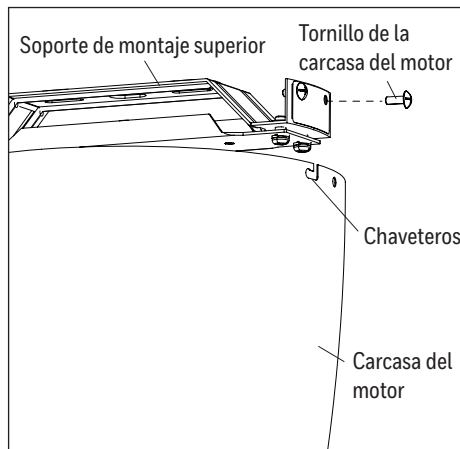

Figure 4.2
2. Levante temporalmente la carcasa del motor hacia el soporte de montaje superior para determinar cuáles son los dos tornillos de la carcasa del motor en los costados del soporte de montaje superior que se alinean con los orificios ranurados en el borde superior de la carcasa del motor. Afloje parcialmente los dos tornillos de la carcasa del motor que se alinean con los orificios ranurados. Retire los otros dos tornillos de la carcasa del motor del soporte de montaje superior. Desplace la carcasa del motor sobre el motor, alineando los orificios ranurados de la carcasa del motor con los tornillos de montaje de la carcasa del motor aflojados en el soporte de montaje superior. Gire la carcasa del motor en dirección de las manecillas del reloj para asegurarla. Luego vuelva a colocar los dos tornillos de la carcasa del motor previamente retirados y apriete bien todos los tornillos (Figure 4.2).